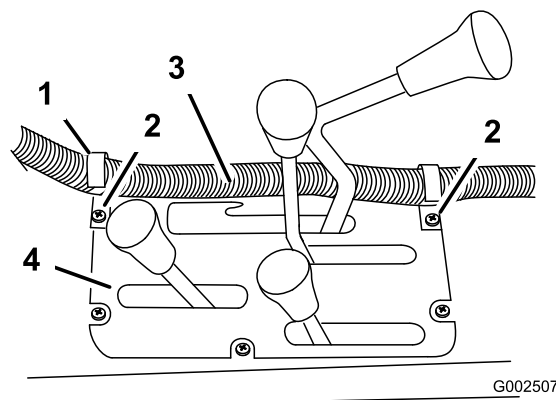

Figura 25
6. Monte os dois grampos em forma de J na consola central nos pontos indicados em Figura 25 utilizando os parafusos existentes.